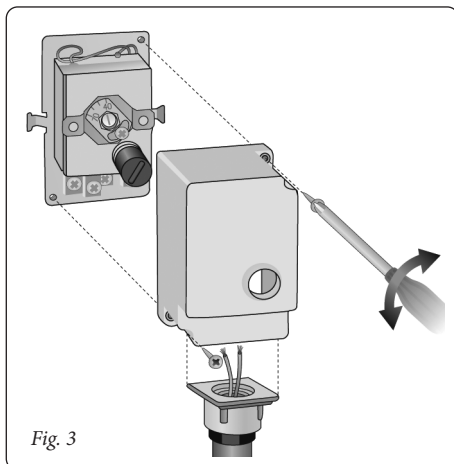

Fig. 3
- Rimuovere il coperchio del termostato (Fig. 3) e far passare il cablaggio nel relativo pressacavo;